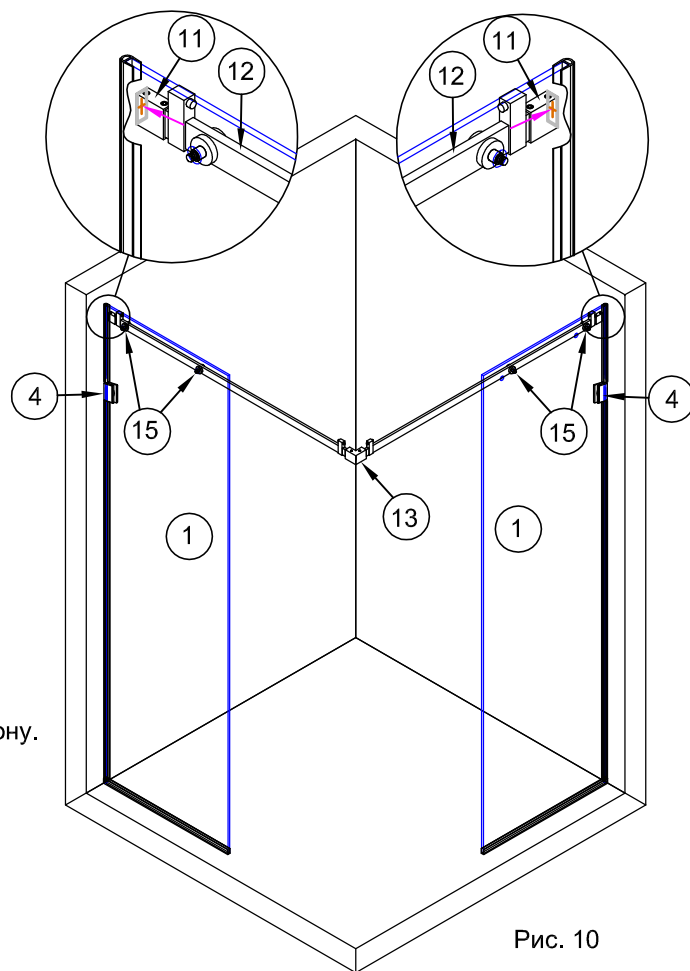

Рис. 10
3.4. Установить левый рельс собранный в п.3.2. (рис.8-2) шпильками креплений №15 в отверстия левой панели №1. Установить правый рельс собранный в п.3.3. (рис.9-2) шпильками креплений №15 в отверстия правой панели №1. Концы обоих рельсов со стороны фиксаторов №17 соединить угловым соединителем рельса №13 (рис.10).
3.5. С помощью уровня обеспечить горизонтальное положение рельсов. На стенах отметить положение осей рельсов №12 под крепление фиксирующих бобышек обоих креплений №11 (рис.10). Снять рельсы и отложить их в сторону.
Вставить в отверстия дюбели №19. При необходимости использовать молоток. (рис. 10)